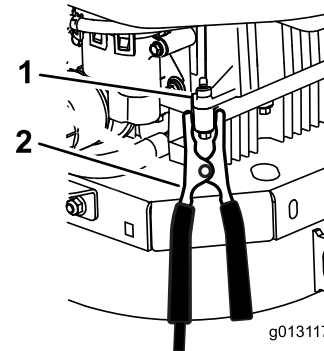

Figure 62
6. **Faites la dernière connexion sur le bloc moteur du véhicule en panne (PAS à la borne négative de la batterie) loin de la batterie et reculez-vous (Figure 62).**